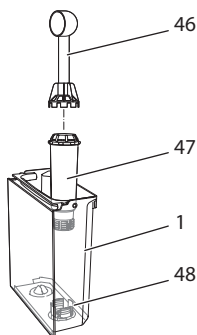

Fig. 25: *Iskruning/udskrining af vandfilter*
- Fjern vandfilteret, når maskinen opfordrer hertil (se Fig. 25, side 214).